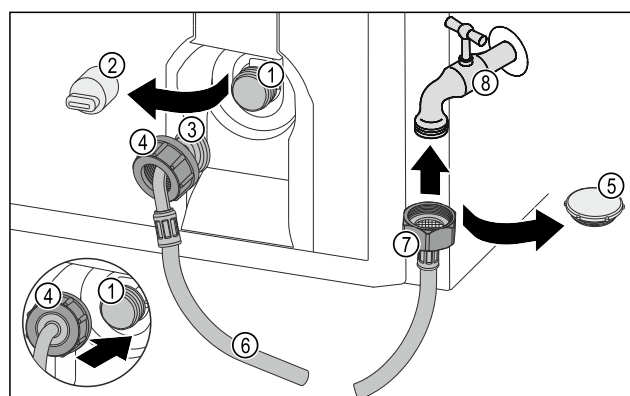

Fig. 33
- Rimuovere il coperchio di chiusura Fig. 33 (5).
- Posizionare l'estremità del flessibile dritta Fig. 33 (7) sul rubinetto dell'acqua Fig. 33 (8).
- Stringere in senso orario sull'estremità del flessibile dritta Fig. 33 (7) in senso orario.